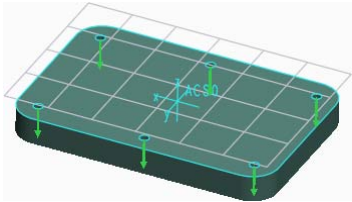

图 4.3.5 选取加工参考
Step3. 在“攻丝”操控板中单击 **参考** 按钮，在弹出的“参考”设置界面中激活 **孔** 列表框，在图形区选取任一孔的圆柱面，结果如图 4.3.5 所示。